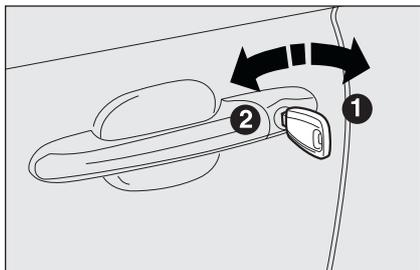

fig. 46c
**Per aprire** Inserire la chiave nella serratura e ruotarla in posizione **1**-fig. 46c. Alla rotazione della chiave, si sbloccano simultaneamente le porte, compreso il portellone vano bagagli.
**Per bloccare** Inserire la chiave nella serratura e ruotarla in posizione **2**-fig. 46c. Alla rotazione della chiave, si bloccano simultaneamente le porte, compreso il portellone vano bagagli.